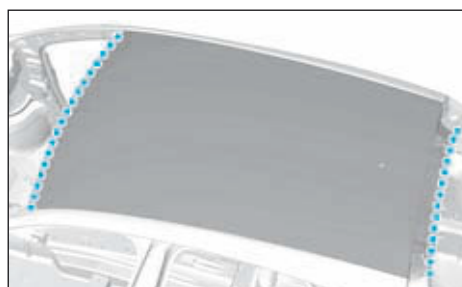

FIG.122
- Dépointer les soudures du pavillon (Fig.122).